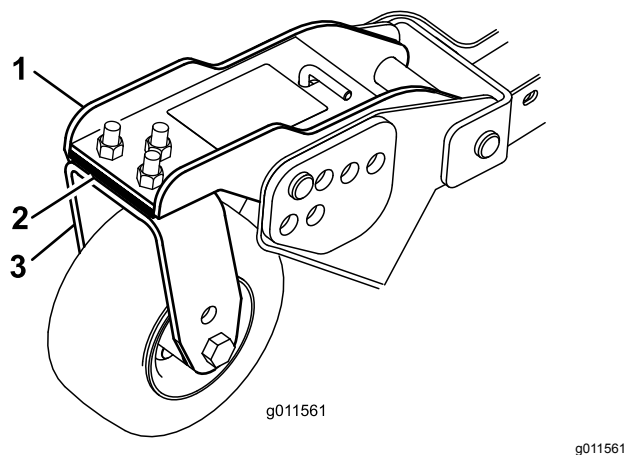

Figura 33
Rode a lâmina de cada eixo até que as suas extremidades se encontrem viradas para a frente e para trás. Meça a distância existente entre o chão e a ponta dianteira da lâmina. Ajuste os calços no(s) braço(s) da roda giratória de forma que coincidam com a altura de corte indicada no autocolante (Figura 33). Apenas para o eixo da lâmina exterior, consulte Ajuste da inclinação da plataforma do cortador \(página 68\).
3. Se a extremidade interior da plataforma do cortador lateral estiver demasiado levantada em relação à ponta exterior da plataforma do cortador frontal, retire os calços do fundo do braço da roda giratória dianteira interior na plataforma do cortador lateral (**Figura 33**).